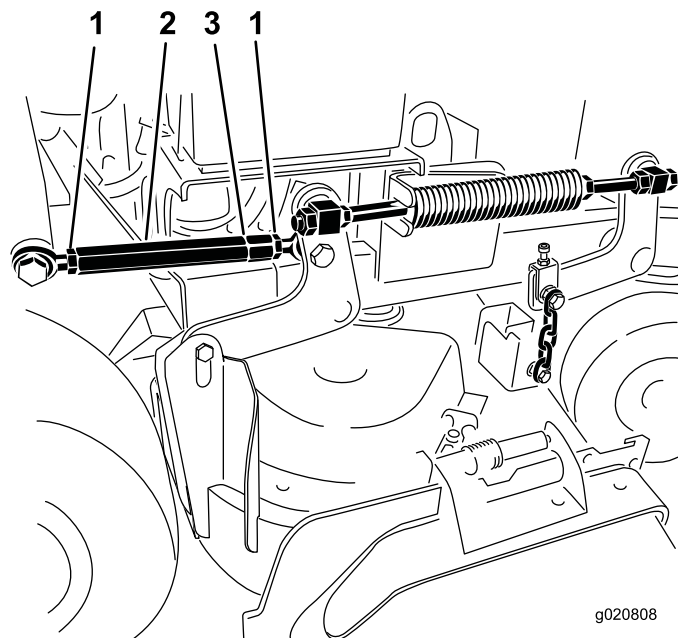

Figure 86
5. Desserrez les écrous de blocage à chaque extrémité du tendeur (Figure 86).
Remarque: L'extrémité du tendeur portant la gorge usinée est filetée à gauche (Figure 86).